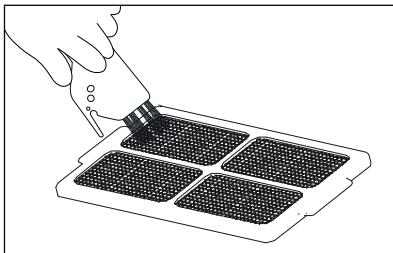

Fig. 11
- 5) Limpie el filtro integrado con el cepillo de limpieza 10 (consulte la fig. 11).